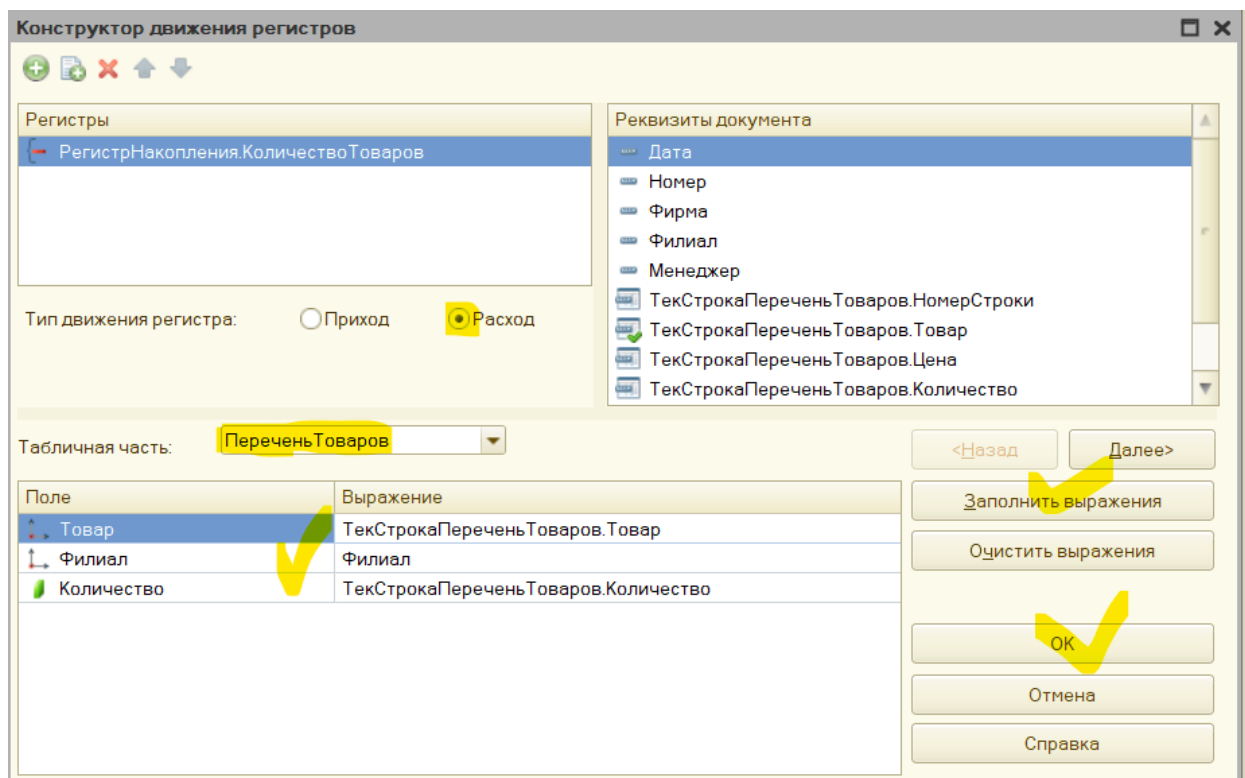

Рис. 3.37. Заполнение выражений в окне конструктора движений регистра
3. Новых технических моментов при доработке документа ПродажаТоваров нет, за исключением того, что в качестве типа движения регистра следует установить вариант **Расход** (рис. 3.37).